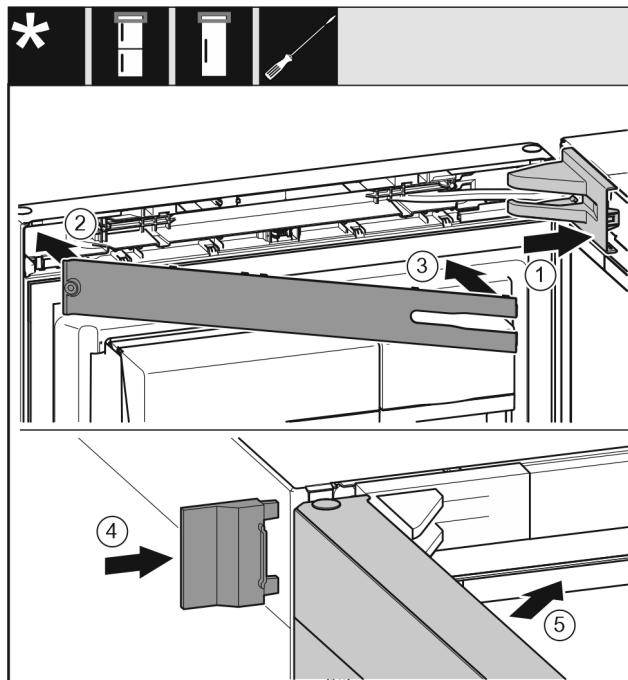

Fig. 22
- Nasadte a zaklapněte kryt stojanu ložiska, příp. opatrně odtlačte od sebe. Fig. 22 (1)
- Nasadte zálepku. Fig. 22 (2)
- Zálepku sklopte a zaklapněte. Fig. 22 (3)
- Nasuňte vnější kryt. Fig. 22 (4)
- Zavřete horní dveře. Fig. 22 (5)